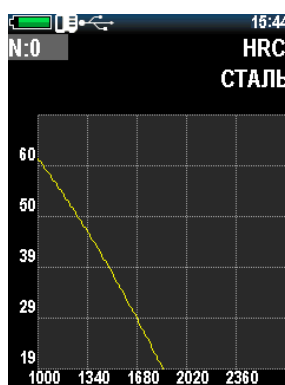

Рисунок 2.35 – Окно градуировки
3. Нажмите «», и на дисплее откроется окно градуировки (рис. 2.35).